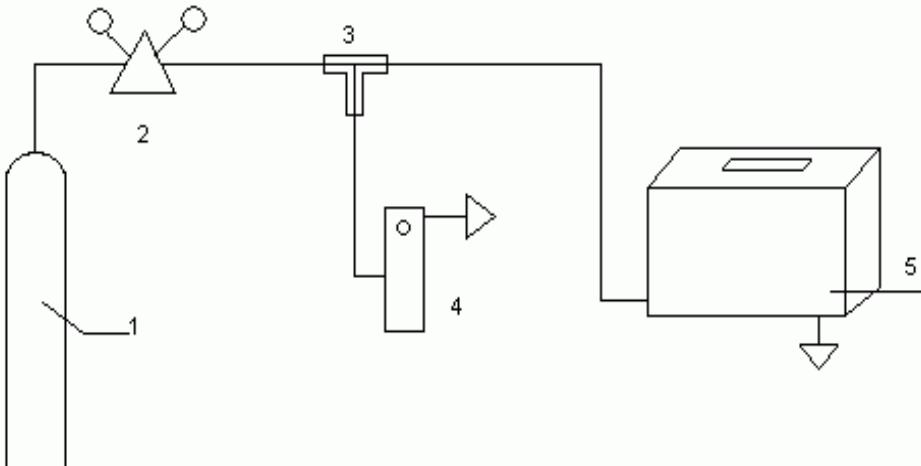
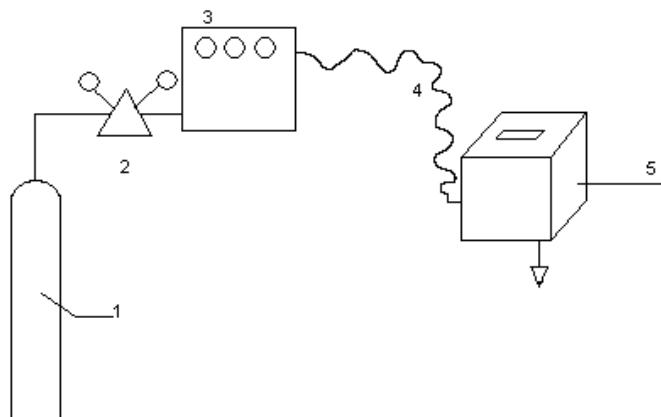

Рис. 1. Схема газовая принципиальная установки для проверки переносных ГС «КОМЕТА-М» серии ИГС-98 от баллонов со сжатыми газовыми смесями ПГС.
Рис. 2. Схема газовая принципиальная установки для проверки ГС «КОМЕТА-М» серии ИГС-98 от генератора газа.
Расположение кнопок на панели управления изображено на рис. 1 и рис. 2. Руководства по эксплуатации (в связи с совершенствованием приборов расположение кнопок может меняться).
3.2.1. Проверку ГС на чувствительность к таким газам, как O2, CO, CO2, H2, CH4, C3H8, NO производят на установке, представленной на рис. 1, с использованием сжатых аттестованных пневмогазовых смесей (ПГС-ГСО) в баллонах.
После срабатывания звуковой и световой сигнализации, при повышении концентрации выше пороговой, загорается красный светодиод под названием того измеряемого газа на цифровом индикаторе, по которому производится проверка. При снижении концентрации ниже пороговой звуковая сигнализация автоматически не выключается. Это сделано с целью побуждения ответной реакции оператора на аварийные сигналы прибора. Выключение сигнализации производится вручную нажатием кнопки «ВЫКЛ. СИРЕНЫ» на передней панели ГС (см. рис. 1 в РЭ).
3.3.1. Проверка ГС на чувствительность к таким газам как  $H_2S$ ,  $SO_2$ ,  $HCl$ ,  $Cl_2$ , формальдегид,  $NH_3$ ,  $NO_2$  производится с использованием диффузионных газодинамических установок типа «МикроГаз-Ф». Принцип работы этого генератора газовых смесей основан на введении в газовый тракт генератора источника микропотока (ИМП), представляющего собой фторопластовую ампулу с жидким веществом. Концентрация газа на выходе генератора определяется производительностью вещества за счет диффузии через стенки фторопластовой ампулы (берется из паспорта на ИМП) и расходом газа-разбавителя. Для работы собирают установку по схеме на рис. 2.